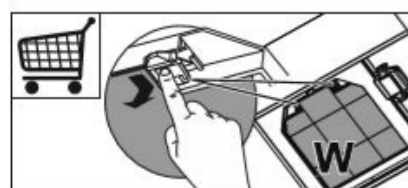

рис. 8
- 6.2 В зависимости от режима эксплуатации кухонной вытяжки соедините вентилятор с вентиляционной решеткой (рис. 7) полужестким гофрированным воздуховодом (либо его аналогом) или установите угольные фильтры (рис. 8).